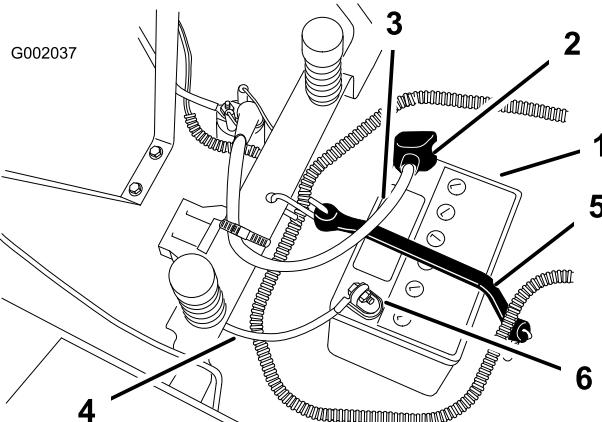

Figura 32
4. Staccate il cavo negativo (nero) di terra dal polo della batteria (Figura 32).
5. Infilate il cappuccio di gomma sul cavo positivo (rosso) della batteria. Staccate il cavo positivo (rosso) dal polo della batteria (Figura 32).
6. Togliete il dispositivo di fissaggio della batteria (Figura 32) e togliete la batteria dal vassoio.
1. Posizionate la batteria nel vassoio con i poli dei morsetti lontano dalla plancia (Figura 32).
4. Fissate i cavi con due bulloni (1/4 x 3/4 poll.), rondelle (1/4 poll.) e dadi (1/4 poll.) (Figura 32).
6. Fissate la batteria con l'apposito dispositivo (Figura 32).